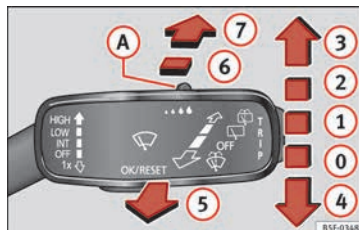

Fig. 140 La palanca del limpiaparabrisas.
- Si sólo desea limpiar el parabrisas **brevemente** desplace la palanca hacia abajo hasta la posición **4** » fig. 140.
- Mueva la palanca hacia arriba hasta la posición **1** » fig. 140.
- Mueva la palanca hacia arriba hasta la posición **2** » fig. 140.
- Mueva la palanca hacia arriba hasta la posición **3** » fig. 140.
- Tire de la palanca hacia el volante, posición **5** » fig. 140, el lavaparabrisas y los limpiaparabrisas funcionan.
- Presione la palanca hacia delante hasta la posición **6** » fig. 140, el limpiacristales se acciona en intervalos de 6 segundos.
- Presione la palanca completamente hacia delante hasta la posición **7** » fig. 140, el limpiacristales y el lavaluneta funcionan simultáneamente.
- Mueva la palanca hasta la posición **0** » fig. 140.
Si están encendidas las luces de cruce o de carretera y mueve la palanca a la posición **5** » **fig. 140**, se accionan brevemente los lavafaros. Los lavafaros se accionan también cada 10 veces que se accione el lavaparabrisas.